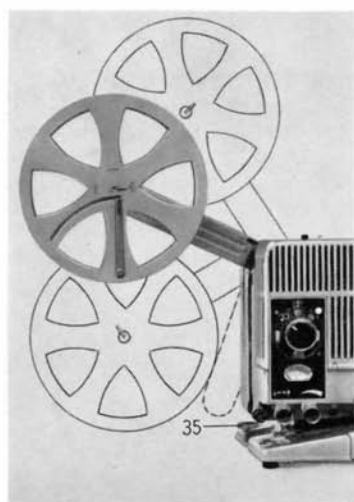

Bild 3
Der hintere Spulenarm, auf dessen Achse die Leerspule gesteckt wird, kann in vier Höhen einrasten, wie Bild 3 zeigt. Die obere Raststellung ist nur zum motorischen Rückspulen bestimmt.
Bei Unebenheiten des Tisches, auf dem Ihr Projektor steht, drehen Sie bitte Knopf (35) Bild 3. Sie machen damit den vierten Fuß des Gerätes länger oder kürzer und gleichen somit die Unebenheiten aus.